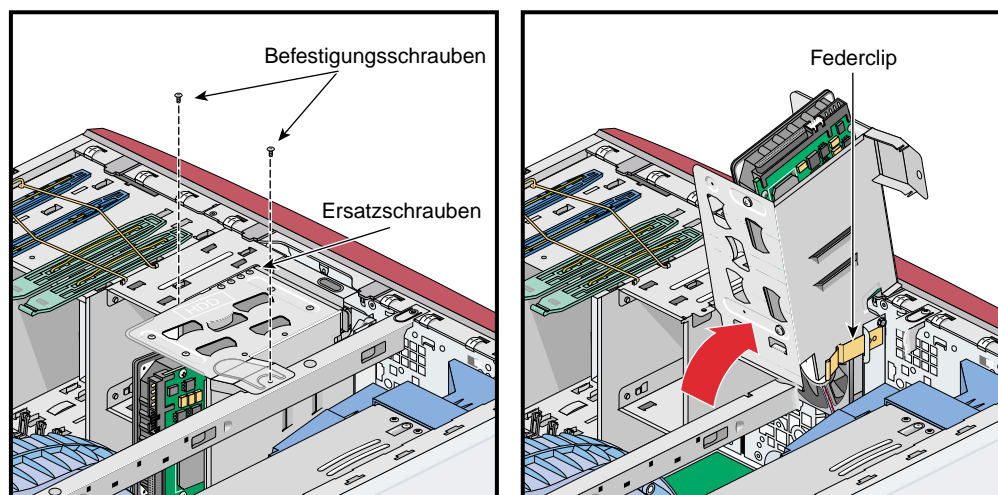

Abbildung 4-12 Öffnen des unteren Laufwerk-Einbaurahmens
2. Lösen Sie die beiden Schrauben, mit denen der Laufwerk-Einbaurahmen am Gehäuse befestigt ist. Klappen Sie den Laufwerk-Einbaurahmen anschließend nach oben und aus dem Gehäuse, bis er einrastet. Siehe Abbildung 4-12.